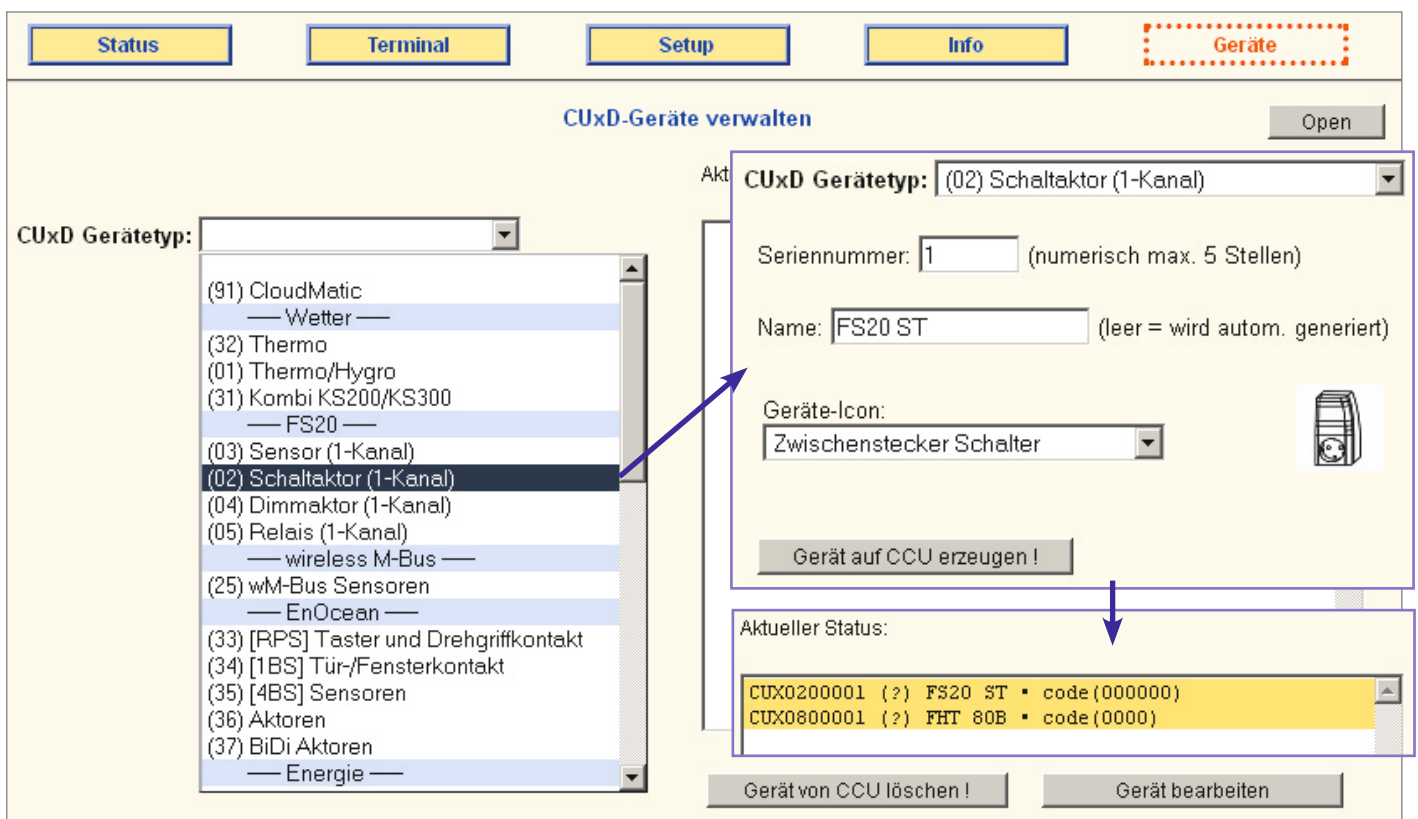

Bild 5: Die CUXD-Auswahl der Gerätetypen
Um nun eine Fremdkomponente wie in unserem Beispiel die Funk-Steckdose FS20 ST oder einen Wandthermostat FHT 80b in die HomeMatic-WebUI einzubinden, muss im CUXD zuerst ein entsprechendes Gerät angelegt werden. Dazu klickt man in der CUXD-Web-Oberfläche auf den Punkt „Geräte“. In der links eingeblendeten Gerätetypen-Liste (Bild 5) kann nun der entsprechende Gerätetyp ausgewählt werden. Eine umfassende Beschreibung der unterschiedlichen Gerätetypen ist in der CUXD-Anleitung [\[1\]](#) zu finden. In unserem Fall wählen wir für die Funk-Steckdose FS20 ST den Typ „(02) Schaltaktor (1-Kanal)“ und für den FHT 80b den Typ „(08) Wandthermostat“.